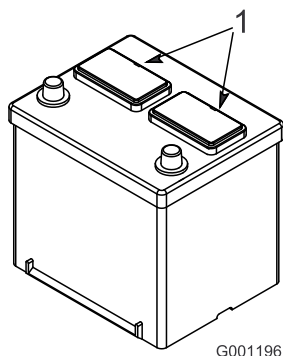

Figura 9
2. Limpe a parte superior da bateria e retire as proteções das aberturas de ventilação (Figura 9).